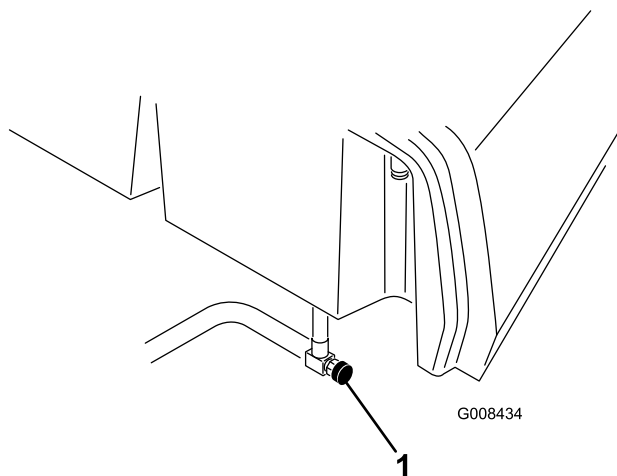

Figura 36
1. Chiudete la valvola di intercettazione del carburante (Figura 36) sotto il serbatoio del carburante.